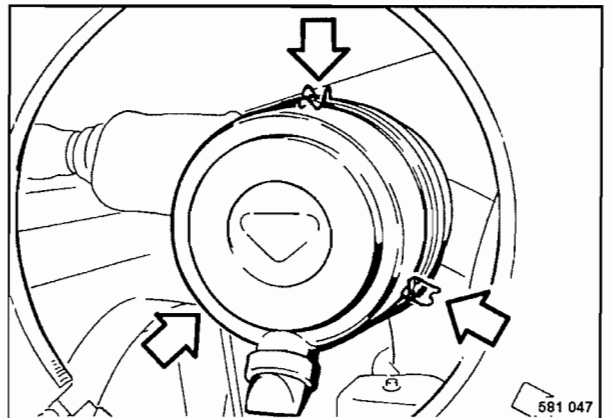

Fig. 103
- Soltar el gancho de resorte (Fig. 103) y retirar la cubierta del filtro.